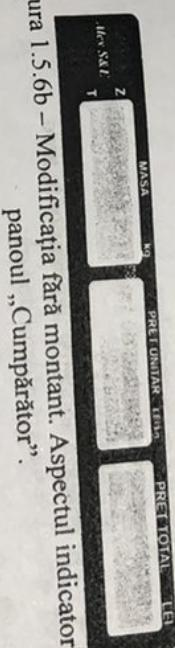

Figura 1.5.6b – Modificarea fără montant. Aspectul indicatorilor pe panoul „Cumpărător”.
1.5.6 Pe panoul de afisare „Cumpărător” sunt plasate trei indicatorare „MASĂ”, „PRET UNITAR”, „PRET TOTAL”(figura 1.5.6a, figura 1.5.6b).